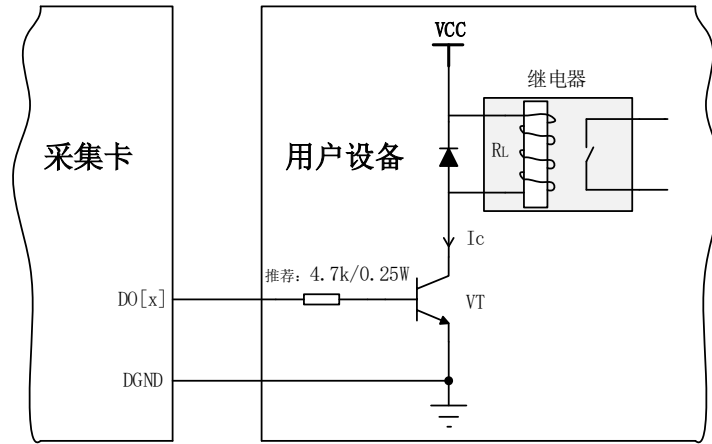

图 5-4-3 DO 数字量控制继电器电路
- 如果将 PFI 或 DIO 配置为输出状态，请了解连接到这些信号的负载的电流要求。不要超过设备指定的电流输出限制；本公司为需要高电流驱动的数字应用提供了多种解决方案，例如 图 5-4-3 所示方案用以实现驱动 24V 继电器。